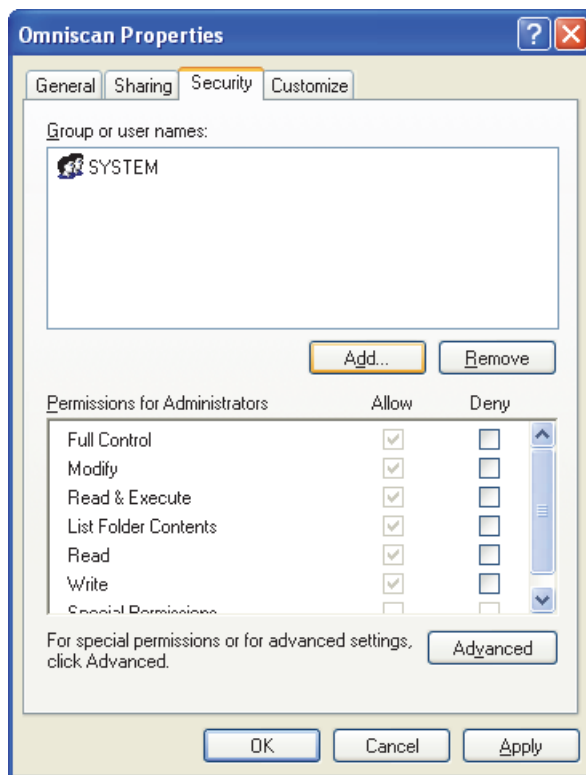

Рис. 7-18 Свойства OmniScan (Windows XP): Безопасность
12. В диалоговом окне **Omniscan Properties** (Свойства OmniScan) щелкните на вкладке **Security** (Безопасность) и затем на кнопке **Add** [Добавить] (см. Рис. 7-18 на стр. 212).